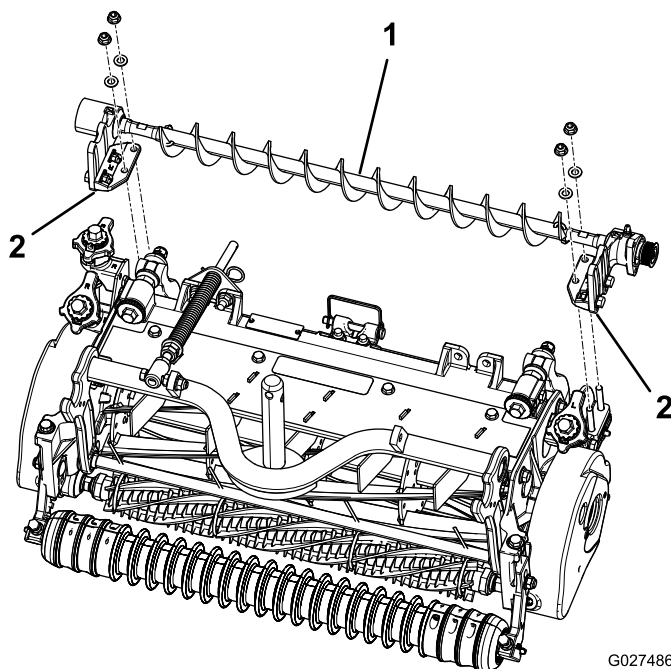

Рисунок 6
- Установите монтажные кронштейны узла правой или левой щетки катка в сборе на болты кронштейна катка (Рисунок 6).